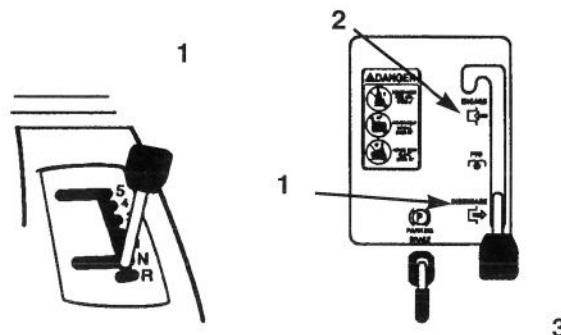

Bild 7
3. Den Schalthebel auf Neutral "N" stellen (Bild 7).